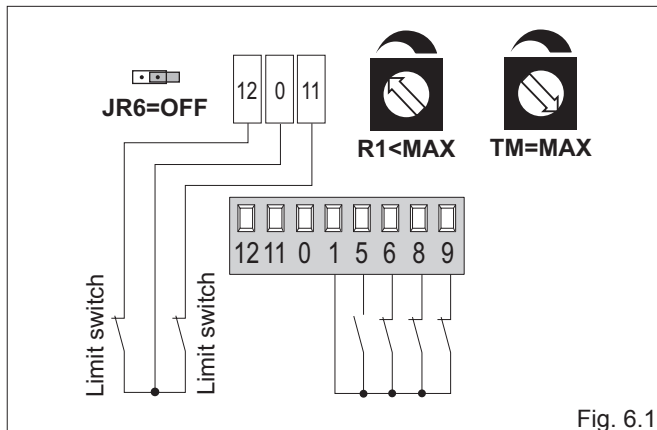

Fig. 6.1
- (Fig. 6.1) collegare i contatti N.C. dei finecorsa di apertura e chiusura ai faston 12-0-11;